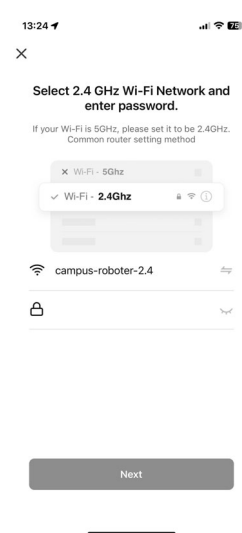

Fig. 3
- ▶ Dans l'étape suivante, entrez le mot de passe de votre réseau Wi-Fi (voir fig. 3) et appuyez ensuite sur **NEXT**.